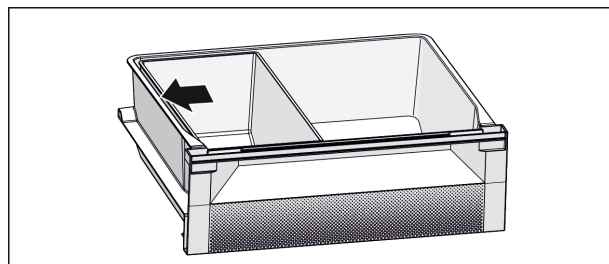

Fig. 7
- ▶ Optimaalse jahutusfunktsiooni saavutamiseks: Positsioneerige Fish & Seafood-liud joonise (vt. Fig. 7) järgi.